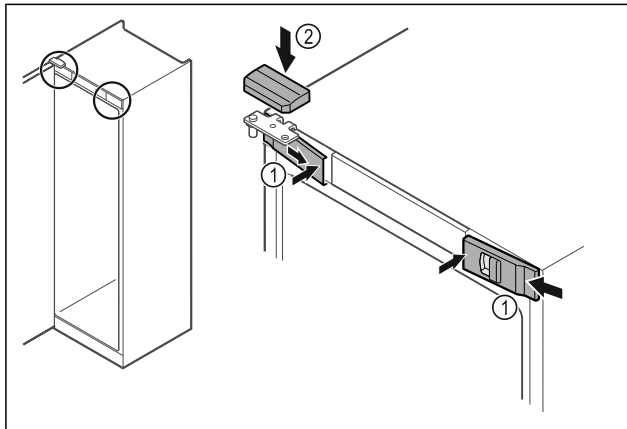

Fig. 48 *
- Accrocher les caches avant Fig. 48 (1) par les côtés et les enclencher en appuyant sur l'intérieur.*
- Insérer le cache supérieur Fig. 48 (2) par le haut.*